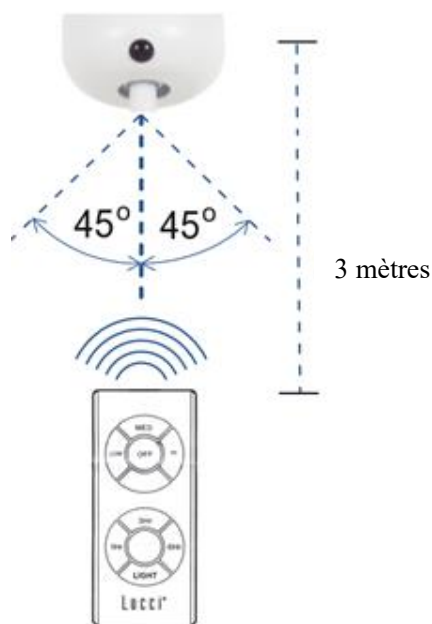

Fig. 12
**Distance réelle / emplacement pour la télécommande IR (Fig. 12)**